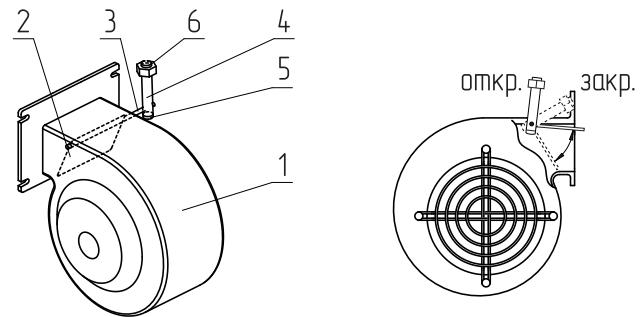

Рис.8 Вентилятор наддува
5.6.11. Вентилятор наддува (Рис.8) состоит из корпуса (Рис.8 поз.1), обратного клапана (Рис.8 поз.2), который имеет два положения, открыто и закрыто, оси клапана (Рис.8 поз.3), болта противовеса (Рис.8 поз.4) с фиксирующим винтом (Рис.8 поз.5) и гайки (Рис.8 поз.6).